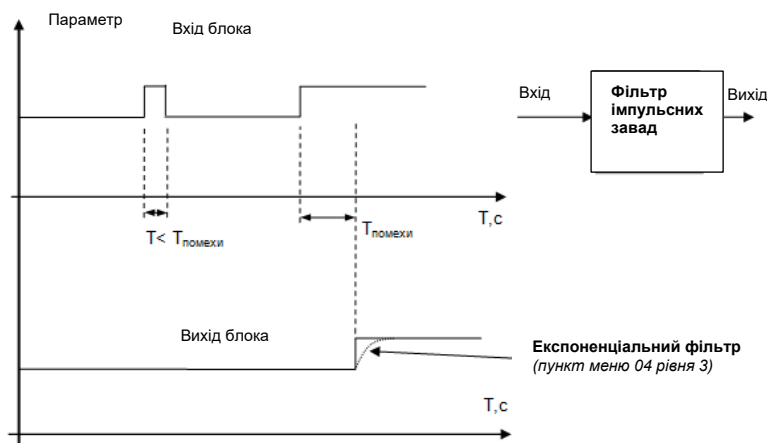

Рисунок 3.6 – Принцип роботи фільтра імпульсних завад та експоненційного фільтра
4. Експонентний фільтр (рисунок 3.6). Фільтр використовується для придушення перешкод, а також для придушення «брязкоту» індикації (часті зміни показання індикатора через коливання вхідного сигналу). Визначається параметром 3.04 "Постійна часу цифрового фільтра".